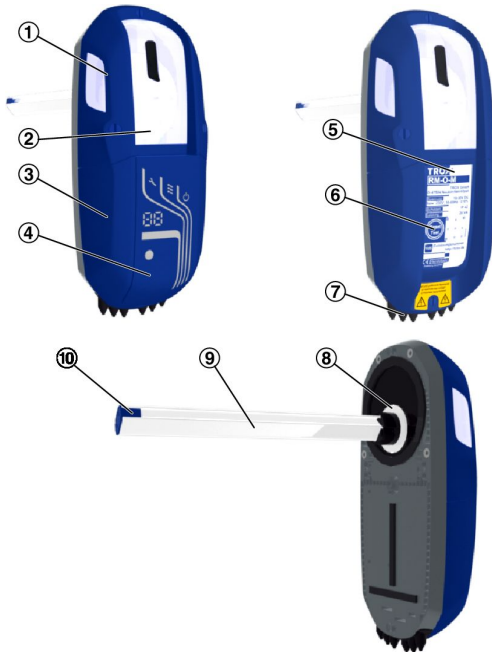

Abb. 3: RM-O-M mit Luftleitprofil
- RM-O-M mit Luftleitprofil Abb. 3